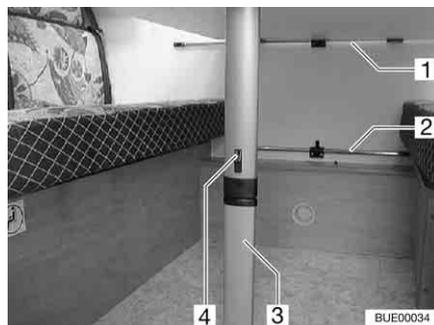

Fig. 78 Mesa colgante con pata articulada
- Correr el bloqueo (Fig. 78,4) hacia el tablero de mesa.
- Abatir 90° la parte inferior de la pata (Fig. 78,3).
- Desenganchar la mesa colgante del riel de enganche superior (Fig. 78,1).
- Enganchar la mesa colgante en el riel de enganche inferior (Fig. 78,2) y situar en la articulación de la pata de la mesa.